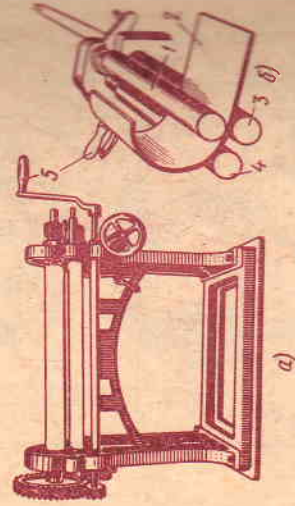

Рис. 28. Правка листового и полосового металла с помощью ручных гибочных вальцовок:
#### Упражнение 6. Правка полосового и листового металла с помощью ручных гибочных вальцовок (рис. 28, а)
1. Установить заготовку 2 (лист или полосу) между вальцами 1, 3 и 4 (рис. 28, б).